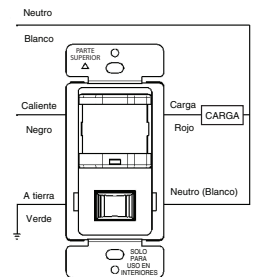

Figura 2
1. Conecte los cables conductores como se muestra en el DIAGRAMA DE CABLEADO (consultar Figura 2): Conductor Negro a la Línea (Caliente), conductor Rojo al cable de Carga, conductor Blanco al cable Neutro, conductor Verde a Conexión a Tierra.